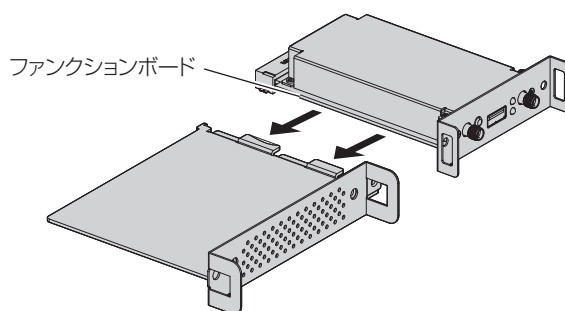

図 2
2) ファンクションボードを SLOT アダプターに取り付ける (図 2)
2) ファンクションボードを本機に取り付ける (図 2)